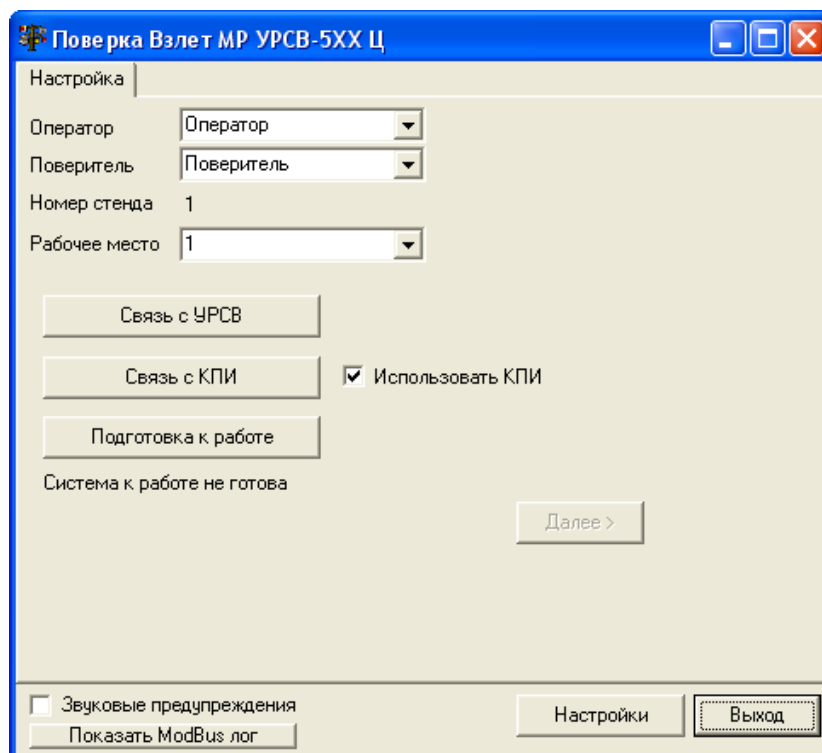

Рис. 22. Основное окно программы после запуска.
- 2.6.1. На компьютере запустите программу «Поверка ВЗЛЕТ МР УРСВ-5хх ц». На экране монитора появится основное окно программы (рис.22).